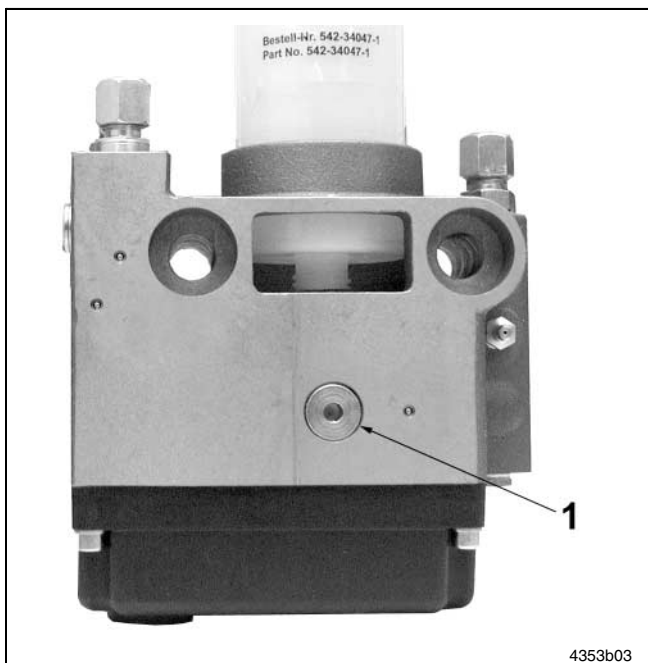

Fig. 8 Insertar el cartucho en la bomba de lubricación HTL 101
- Insertar el cartucho en el orificio empujándolo ligeramente y después atornillarlo a mano en el cuerpo (fig. 8)
- remover tornillo tapón (fig. 8, pos. 1)
*Si después la bomba no transporta lubricante en seguida, efectuar una ventilación (véase descripción de la fig. 8 "Ventilar cuerpo").*